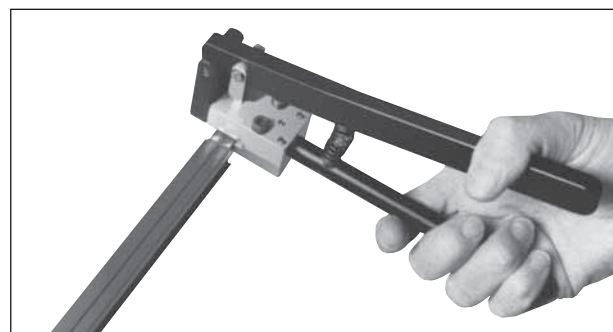

Bild 7: Lochzange LZ 10 PE-VP
- Mit Lochzange LZ 10 PE-VP (Bild 7) in beiden Enden des Stromschiennenprofils eine viereckige Öffnung (Skizze 2) stanzen.
- Mit Lochzange LZ 10 PE-VP (Bild 7) in beiden Enden des Stromschiene Profils eine viereckige Öffnung (Skizze 7) stanzen.